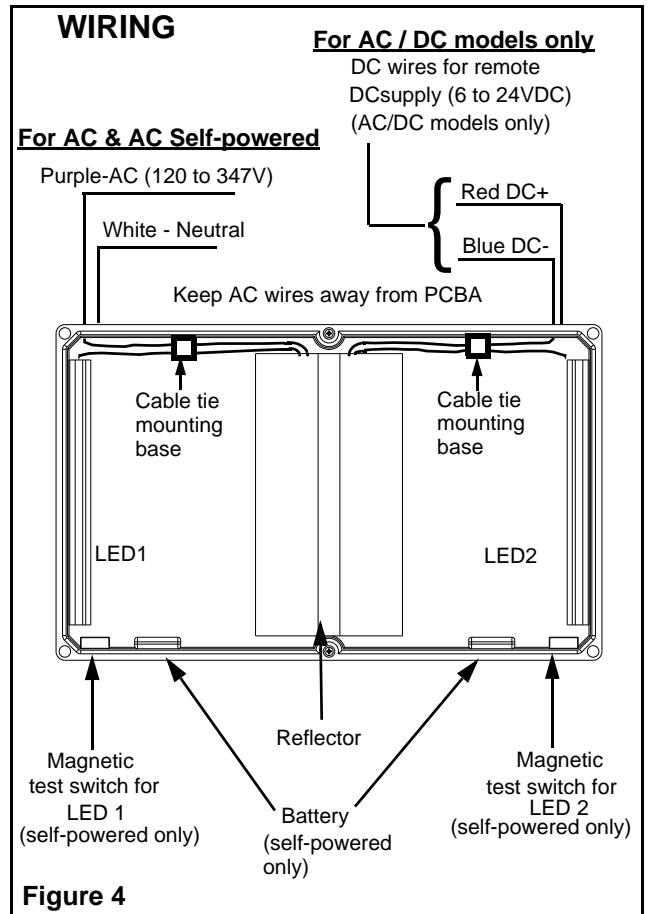

Figure 4
**Self-Powered & AC/DC models** — Make the connections according to fig. 4. The unit accepts AC voltages of 120 to 347V and DC voltages of 6 to 24V.
**IMPORTANT:** Modèle autonome et c.a./c.c. Effectuer les connexions d'après la fig. 4. L'unité accepte un courant c.a. entre 120 et 347V et un courant c.c. entre 6 et 24V.
5. Installer le boîtier(5) et le pavillon (y compris le joint d'étanchéité (10)) à la boîte de jonction(9) à l'aide des vis de la boîte de jonction (non fournies).